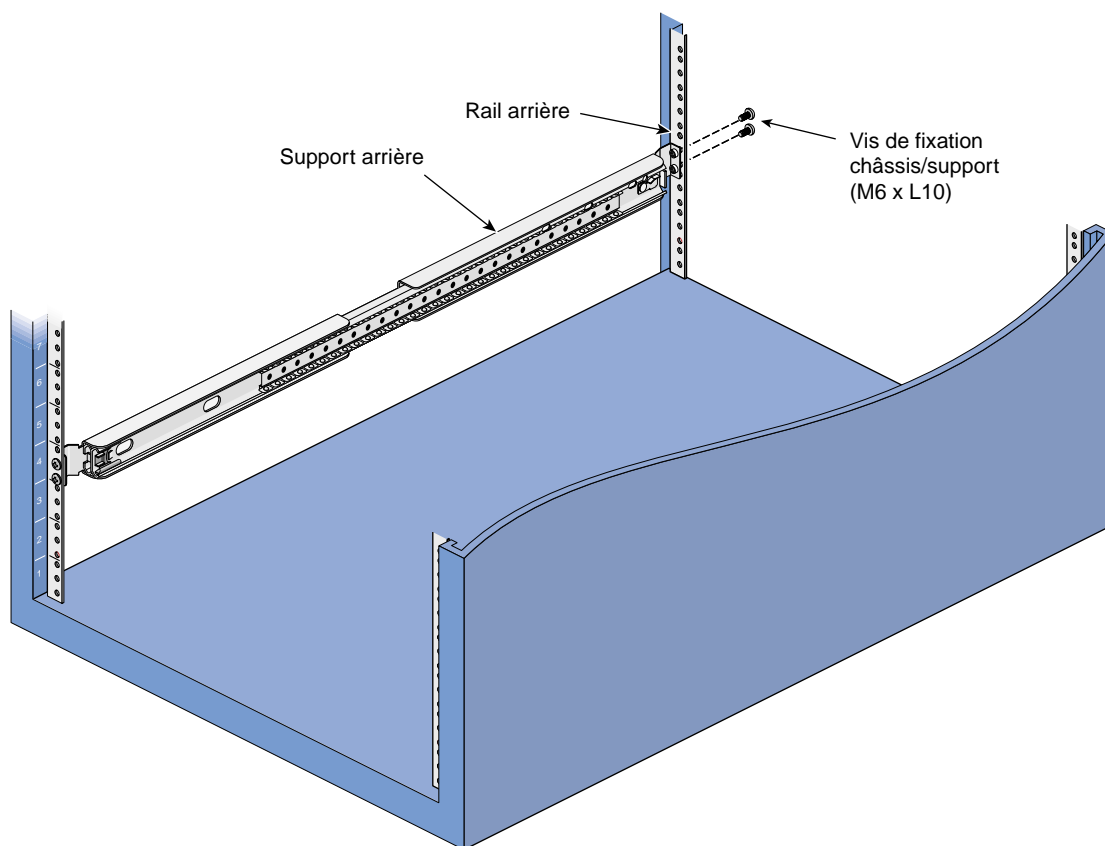

Figure 2-6 Fixation du support de glissière sur le rail arrière du châssis
4. Utilisez deux vis M6xL10 pour fixer le support sur le rail du châssis (voir la Figure 2-6).